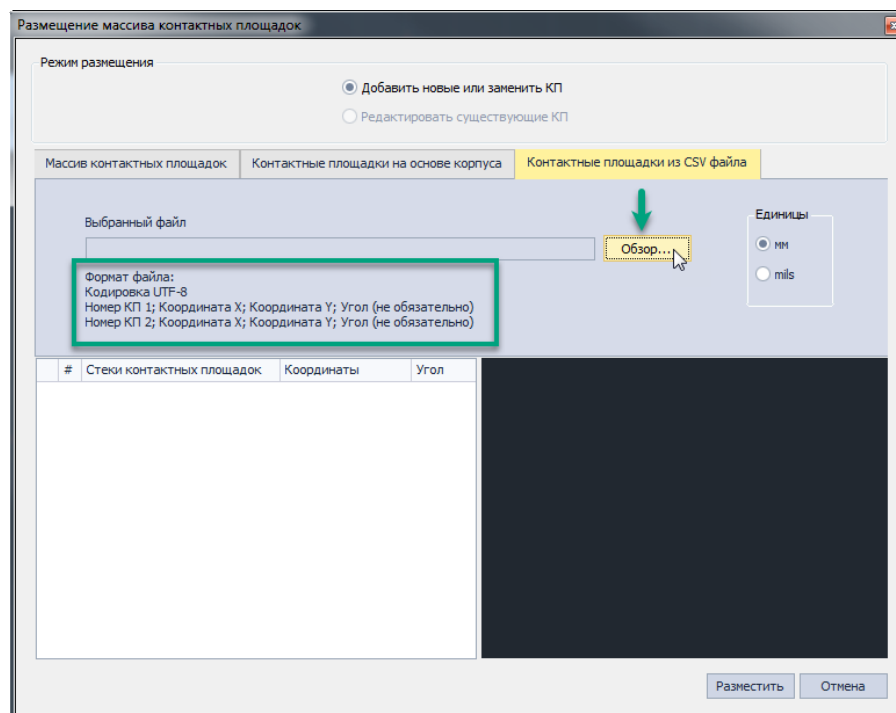

Рис. 109 Запуск выбора csv-файла
- Нажмите на кнопку «Обзор», чтобы выбрать csv - файл для загрузки элементов массива, см. Рис. 109.